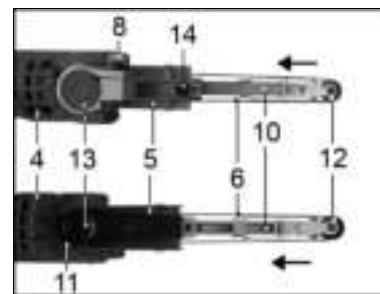

Рис. 3.
7.1. Установка шлифовальной ленты на машину (Рис.3)